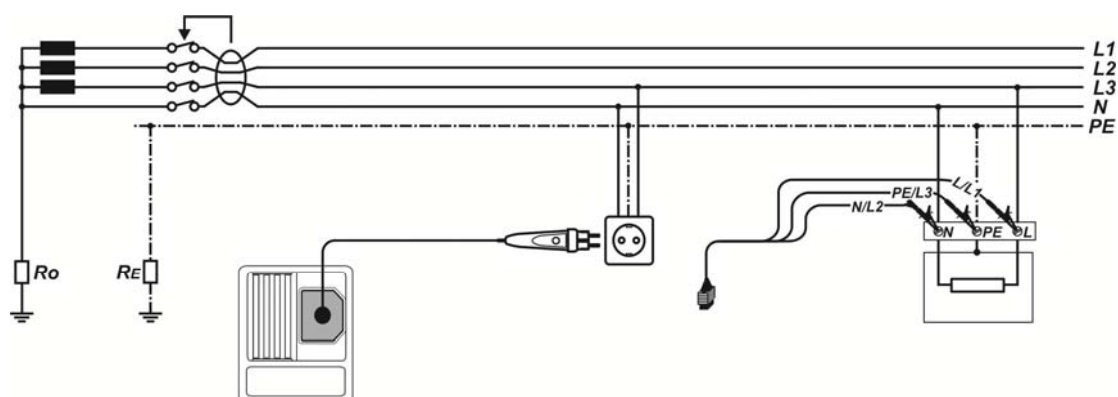

Abbildung 5.17: Anschluss des Commander-Prüfsteckers und der Dreileiter-Prüfleitung
- ❑ **Schließen** Sie die Prüfleitungen an den Prüfling **an** (siehe Abbildung 5.17).
- ☐ **Schließen** Sie die Prüfleitungen an den Prüfling **an** (siehe Abbildung 5.17).
<ul style="list-style-type: none"> <input type="checkbox"/> Wählen Sie mit dem Funktionswahlschalter die Funktion FI/RCD. <input type="checkbox"/> Mit den Tasten AUFWÄRTS/ABWÄRTS wählen Sie die Unterfunktion AUTO. <input type="checkbox"/> Stellen Sie (im Bedarfsfall) die Prüfparameter ein. <input type="checkbox"/> Schließen Sie das Prüfkabel an das Gerät an. <input type="checkbox"/> Schließen Sie die Prüfleitungen an den Prüfling an (siehe Abbildung 5.17). <input type="checkbox"/> Drücken Sie die Taste TEST, um die Messung durchzuführen. 	Start der Prüfung